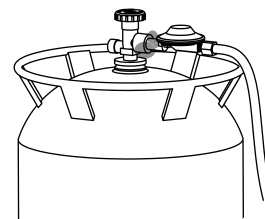

Figure 7
2. Užlašinkite kelis lašus tirpalo ant jungties tarp dujų baliono vožtuvo ir regulatoriaus (žr. Figure 7).